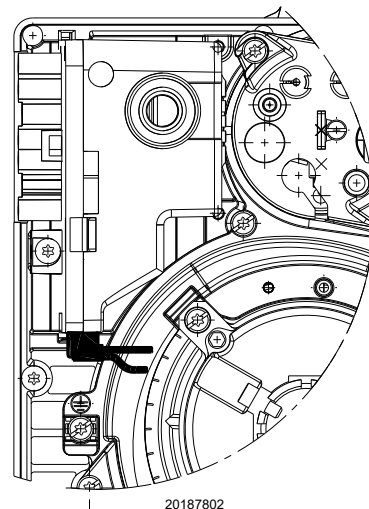

Abb. 19
- Die korrekte Einschaltung der Steckverbinder anhand der Symbole auf der Unterseite der Flammenüberwachungseinrichtung überprüfen: Sich vergewissern, dass die Steckverbinder vollständig eingesteckt sind, indem Sie sie bis zum Anschlag einschieben, jeder in seiner eigenen Position. Alle Steckverbinder müssen mit den Anschlusskabeln zur Innenseite des Brenners gerichtet sein (siehe Abb. 19).